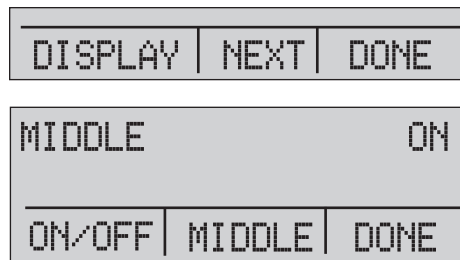

图 16.活动屏幕菜单
**DISPLAY**（屏幕）菜单用于选择使用哪一个屏幕。**ON/OFF**（打开/关闭）选项用于打开或关闭所选屏幕。所选屏幕和当前的打开/关闭状态显示在底部屏幕中。请参见图 16。